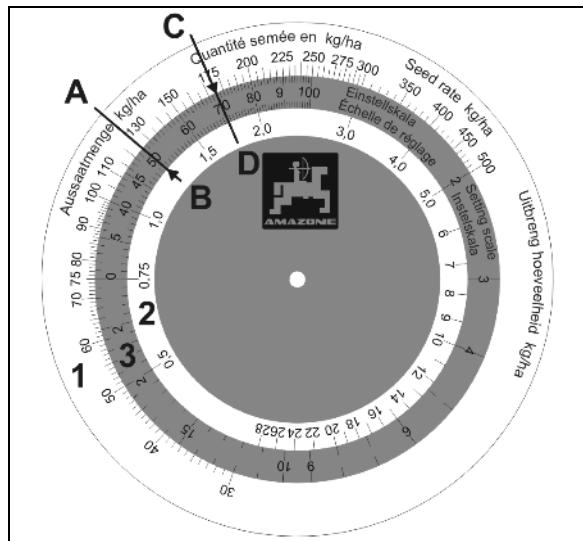

Рис. 83
Логарифмический диск имеет три шкалы: внешней шкалы белого цвета (Рис. 83/1) для всех норм высева свыше 30 кг/га и внутренней шкалы белого цвета (Рис. 83/2) для всех норм высева ниже 30 кг/га. На средней, цветной шкале (Рис. 83/3) указаны положения редуктора от 1 до 100.
- Значение нормы высева – **125 кг/га** (Рис. 83/A) и положение редуктора – **50** (Рис. 83/B) устанавливаются на логарифмическом диске друг над другом.
- Теперь с помощью логарифмического диска узнайте значение положения редуктора для нужной нормы высева **175 кг/га** (Рис. 83/C). На нашем примере положение редуктора равно **70** (Рис. 83/D).